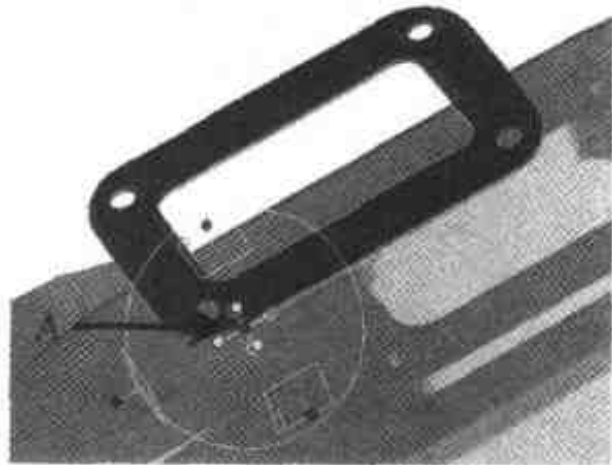
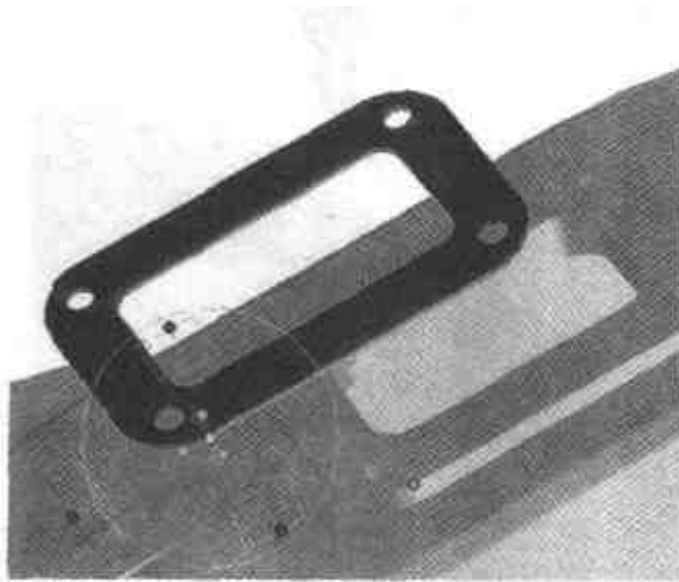
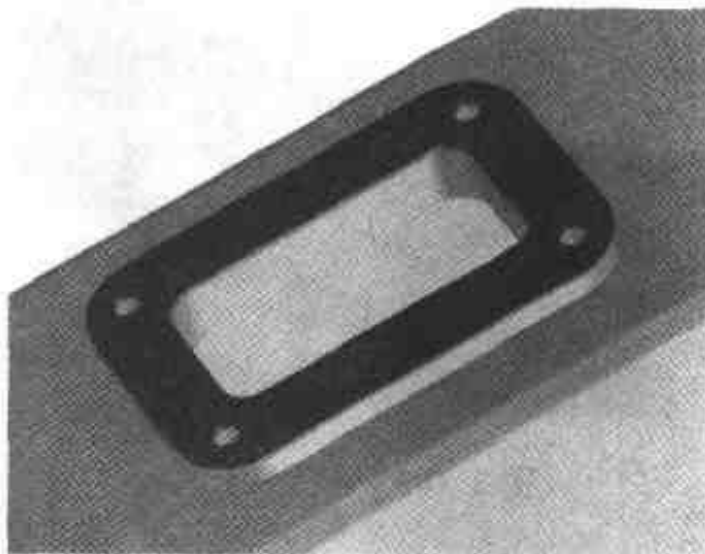

图 3.184 重新定位三维球
图 3.185 选择定位点
图 3.186 完成垫片装配
- (5) 关闭【约束装配】工具，打开【三维球】。
- (6) 按空格键后单独移动三维球，右击中心手柄后选择【到点】命令，然后单击如图 3.184 所示垫片下表面的角点(A)。
- (7) 再次按下空格键使三维球重新与垫片组合在一起。
- (8) 右击中心手柄后选择【到点】命令，单击如图 3.185 所示的机盖上与三维球中心对应角点(A)，装配结果如图 3.186 所示。